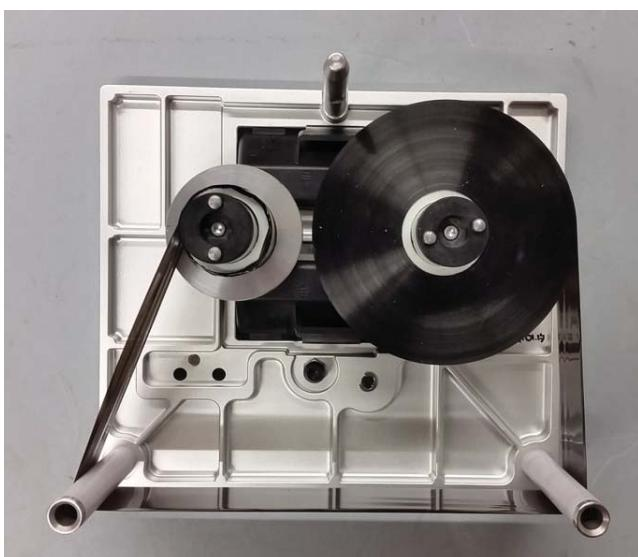

Рис. 4-13: Место прохождения ленты ленточной бобины
6. Поверните пустую бобину рукой, чтобы выбрать слабину ленты. Прекратите поворачивать пустую бобину, когда начнет поворачиваться полная бобина (Рисунок 4-13).